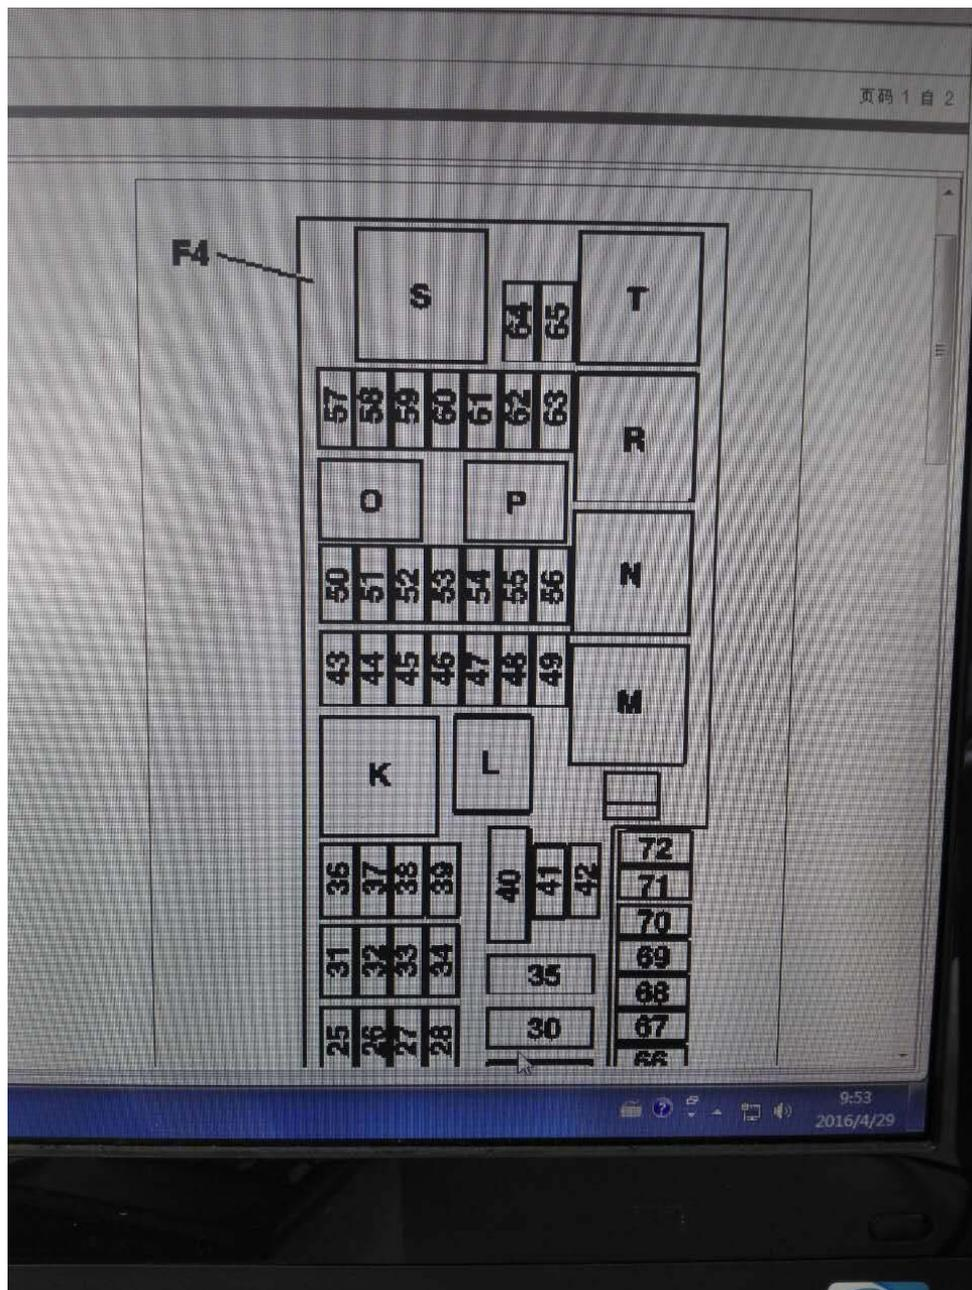

图 9 保险丝继电器盒 F4 内保险丝继电器位置
- 6). 根据图 5 及图 6 故障码, 找到继电器 F58KB 及继电器 F4KR 的线路图, 如图 6, 两个继电器的元件位置图如图 7、图 8 和图 9。拆下并分解继电器 F58KB 及继电器 F4KR 检查, 发现这两个继电器触点严重烧蚀, 因此需要更换继电器 F58KB 及继电器 F4KR。